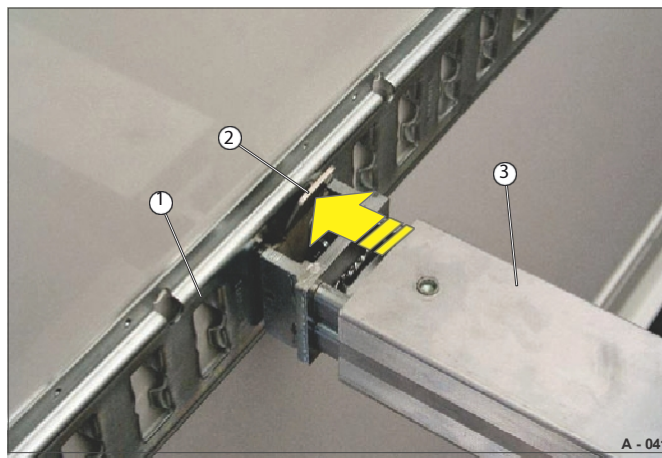

Fig. 41 Indsættelse af den teleskopiske låsestang
- Sæt låsestangen (Fig. 41/3) med den stive side ind i rillen på kombinationsankeret/forankringsskinnen. (Fig. 41/1).
- Tryk låsestiften (fig. 41/2) ind, og hold den på plads.